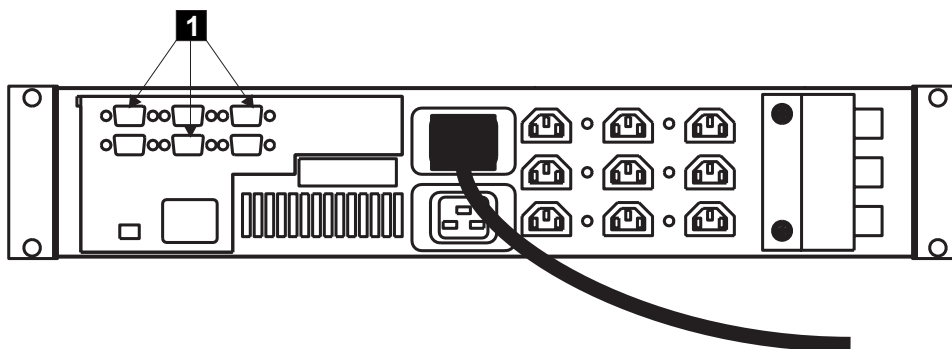

図 238. 2145 UPS シグナル・ケーブルの切り離し
2. 図 238 に示すように、2145 UPS の後部でシグナル・ケーブル **1** を切り離します。